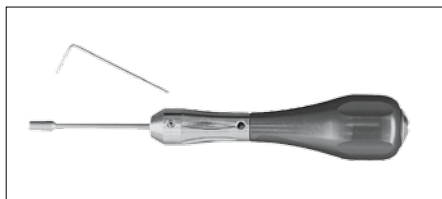

Fig. 2
Use the 1.3 screw driver key (1.3 Allen key) to loosen the screw driver Allen set screw and remove the screw driver tip (Fig. 2).
Desserrer la tige filetée avec six pans creux (screw driver Allen set screw), en utilisant la clé à six pans creux 1,3 (screw driver key 1.3), puis déposer la tige de tournevis (screw driver tip), (Fig. 2).